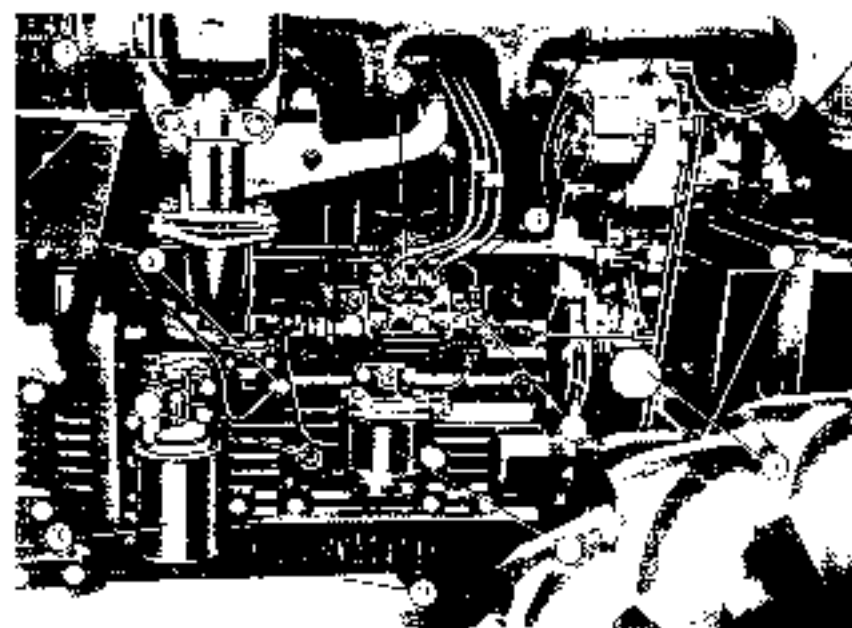

Fig. 15
Telo livello deve essere compresso tra il massimo e il minimo del fasto (4 fig. 15).
Dopo le prime 50 e 100 ore, poi ogni 125 ore: Cambio dell'olio (7 e 13 fig. 15).
Dopo le prime 50 e 100 ore, indi ogni 250 ore: Sostituzione del filtro (10 fig. 15).
Ogni 20 ore: Controllo della tensione delle cinghie ventilatore-alternatore (7 fig. 15).
Pompa di alimentazione (5 fig. 15)
FILTRO GASOLIO (1 fig. 15)
3. chiudere la vite di spurgo del filtro e ripetere le stesse operazioni sulla pompa di iniezione (3 fig. 15) agendo sulla relativa vite di spurgo (9 fig. 15).
Pompa di iniezione (3 fig. 15)